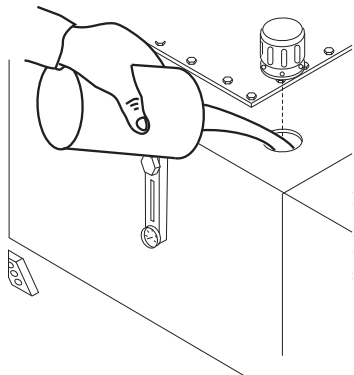

Figura 13. Orificio para agregar aceite hidráulico
2. Si el nivel de aceite hidráulico está bajo, retire el tapón hacia arriba de la ventanilla del nivel de aceite (Figura 13) y agregue la cantidad correcta de aceite hidráulico para llegar al nivel y poder operar de manera segura. (Use aceite Shell Tellus 68 ó Mobil ó DFE26).